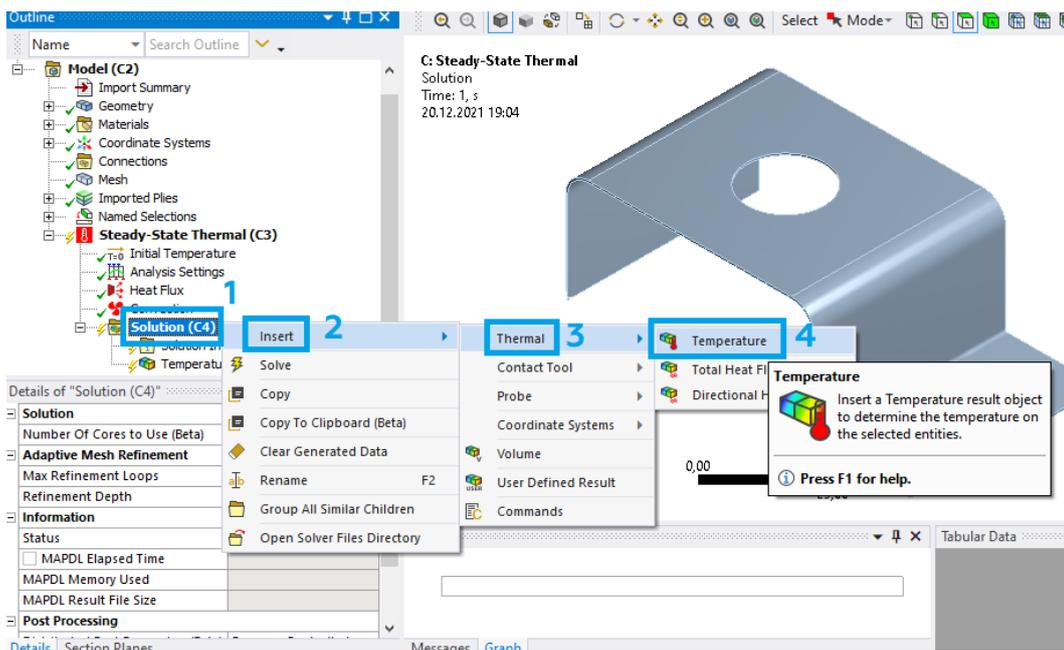

Рис. 29. Выбор результатов
– нажимаем ПКМ на *Solution* (1), выбираем *Insert* (2) – *Thermal* (3) – *Temperature* (4) (рис. 29).